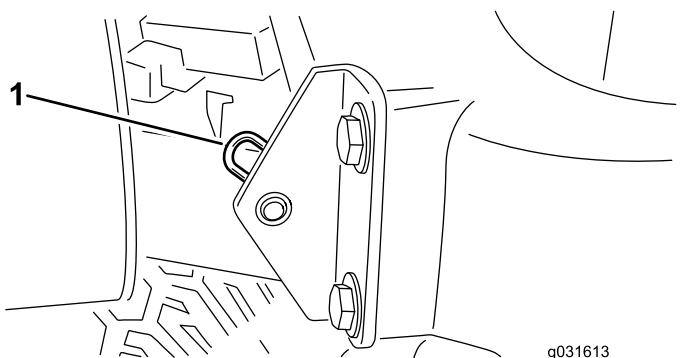

Bild 30
2. Entfernen Sie den Splint, mit dem das Gelenk der Motorhaube an den Befestigungshalterungen befestigt ist (Bild 30).